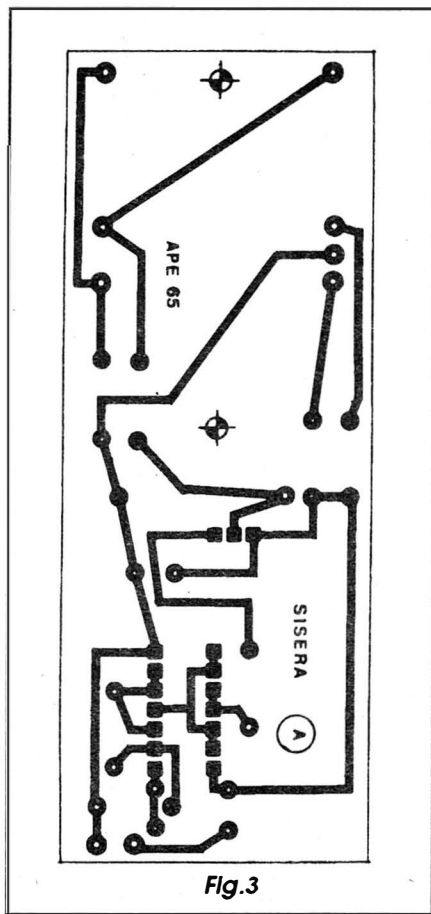

Fig.3
- FIG. 3 - LAY OUT DO CIRCUITO IMPRESSO ESPECÍFICO (MÓDULO A) - Embora pareça um pouco grande, o padrão ficou do tamanho mostrado devido à inserção do transformador de força sobre a placa, garantindo assim uma certa compactação final ao módulo... De qualquer modo, o padrão cobreado (visto em negro, na figura...) é muito simples, e o *lay out*, em tamanho natural (escala 1:1) pode ser facilmente *carbonado*, traçado, submetendo-se em seguida o fenolite à corrosão, furação, limpeza, etc., conforme convencional... Recomenda-se apenas que a face cobreada do impresso (vista na figura...) seja cuidadosamente conferida ao final, corrigindo-se eventuais erros, falhas, *curtos*, etc., ainda antes de começar a inserção e soldagem dos componentes...